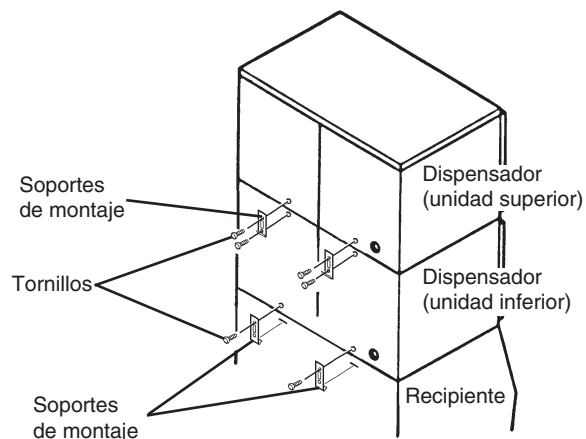

Fig. 4
5. ACOPLAMIENTO DE DOS MÁQUINAS DE HIELO - Ver la Fig. 4 y 5